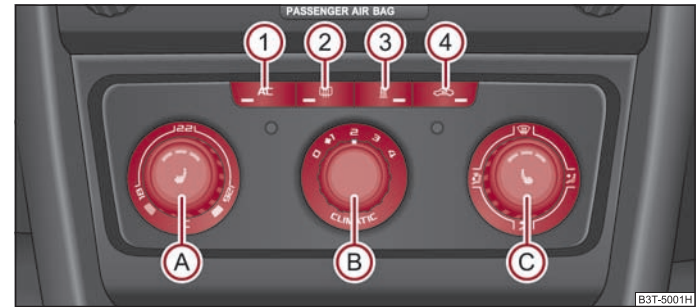

Abb. 121 Climatic: Bedienungselemente
Die Kühlung arbeitet nur dann, wenn die Taste **AC** ⇒ Abb. 121 **1** gedrückt ist und folgende Bedingungen erfüllt sind:
- Drehen Sie den Drehregler **A** ⇒ Abb. 121 nach rechts, um die Temperatur zu erhöhen.
- Drücken Sie die Taste  ① ⇒ Seite 113, Abb. 121. In der Taste leuchtet die Kontrollleuchte.
- Drücken Sie die Taste  (4) ⇒ Seite 113, Abb. 121, in der Taste leuchtet die Kontrollleuchte auf.
Wenn der Luftverteilungsregler (C) in der Position  ⇒ Seite 113, Abb. 121 steht, wird der Umluftbetrieb automatisch ausgeschaltet. Durch wiederholtes Drücken der Drucktaste  können Sie auch in dieser Stellung den Umluftbetrieb wieder einschalten.